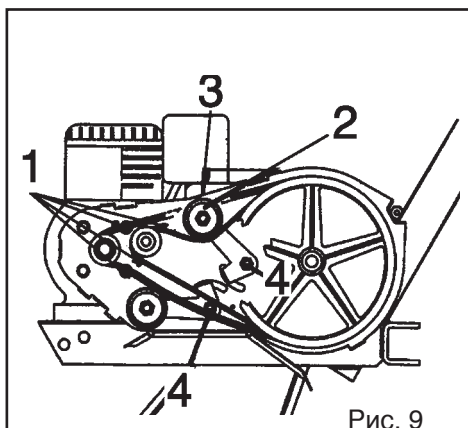

Рис. 9
- 1) После монтажа ремней, проверьте, чтобы они находились внутри стержней 1 (Рис. 9).
- 2) Во избежание непоправимого нарушения ремни заднего хода, выполните наладку управляющего кабеля таким образом, чтобы внешний диаметр натяжного шкива (1) трогал внешний профиль задвижки 3 (Рис. 9).